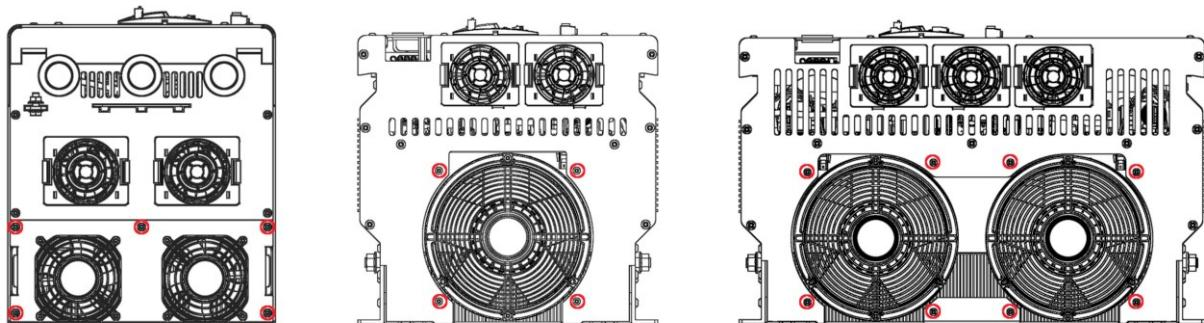

FIG. 39-Estrarre ventole radiatore / Air cooling fans extraction
- Rimuovere le ventole di raffreddamento del radiatore (non è necessario rimuovere il connettore, ma solo avere accesso al radiatore) come indicato in **FIG. 39**.
- Remove the heatsink cooling fans (it is not necessary to disconnect their cables, but it is only important to have free access to heatsink) as indicated on **FIG. 39**.